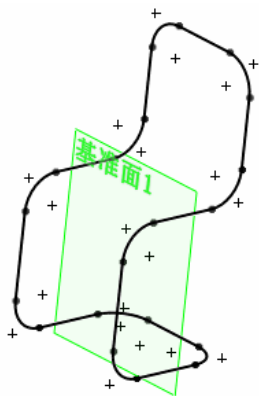

图 7-10 设置的基准面
⑥ 添加基准面。在左侧的“FeatureMannger 设计树”中用鼠标选择“前视基准面”，然后单击“参考几何体”工具栏中的“基准面”图标，此时系统弹出如图 7-9 所示的“基准面”对话框。在“等距距离”一栏中输入值 40。按照图示进行设置后，单击对话框中的“确定”图标，结果如图 7-10 所示。